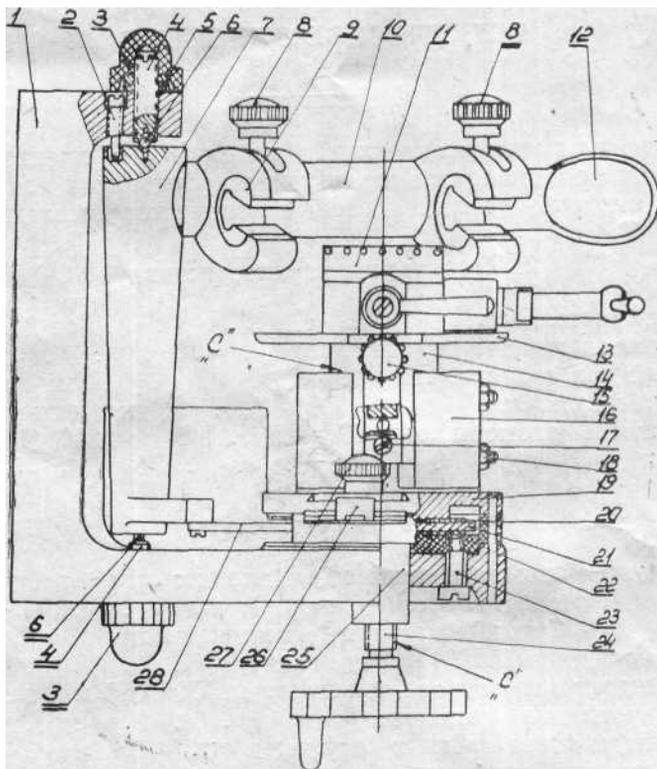
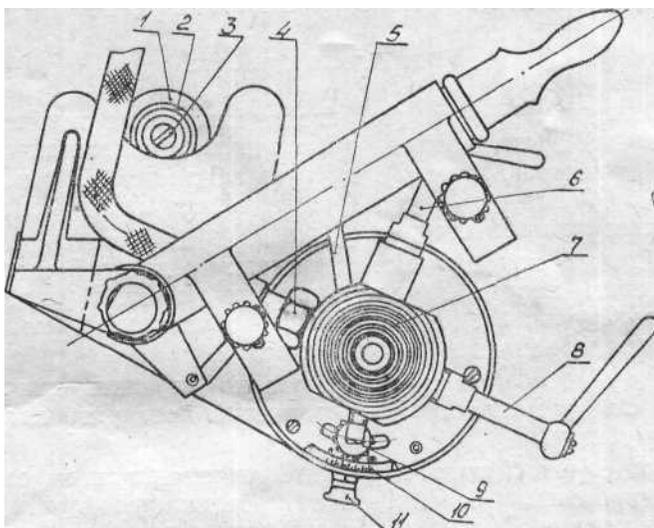

Рис. 1. Общий вид микрометра.
Рис. 2, Вид микротомы сверху.
4.1. Микротом состоит из следующих основных узлов: станины 1 (рис. 1), столика замораживающего 11, ножедержателя 10 и механизма подъема столика.
4.3. Замораживающий столик состоит из корпуса, на верхнюю часть которого накинута ребристая крышка 7 (рис. 2) с отверстиями, расположенными по окружности. В корпус ввернуты два игольчатых клапана 6 и 8 и штуцер 4 гибкого рукава для подвода углекислоты от баллона к столику. Для охлаждения ножа имеется трубка 5. Столик накрывается полистироловым колпачком, прилагаемым к аппарату.
1.1. Внимание! После распаковки микротоме необходимо вывернуть две транспортировочные шпильки из станины и в отверстие прилива, 1 (рис. 2) ввернуть зажимной винт и укрепить шайбу 2 винтом 3. (Указанные детали находятся в пакете, привязанном к микротому).
1.2. Удалить консервационную смазку с деталей микротоме, протереть насухо и вновь смазать места, указанные стрелкой «С» (рис. 1). Для смазки применять только нейтральное костное или вазелиновое масло.
2.1. Установить замораживающий столик 11 (рис. 1) в такое положение, чтобы трубка 5 (рис. 2) подвода углекислоты для охлаждения ножа находилась под ножедержателем, и зафиксировать замораживающий столик винтом 15 (рис. 1).
2.3. Установить величину подачи (подъема столика), для чего необходимо отпустить фиксирующую гайку 9 (рис. 2), путем перемещения ручки 11 совместить риску на ручке с необходимой риской на шкале 10 и зафиксировать гайкой 9. (Шкала имеет деления от 0 до 30 микрон, цена одного деления 2,5 микрона).
2.4. Ручку 12 (рис. 1) отвести в положении «от себя» до упора. Положить на столик объект, накрыть полистироловым колпачком и произвести замораживание объекта, для чего рукояткой открыть игольчатый клапан 8 (рис. 2); при этом колпачок необходимо придерживать рукой. Когда объект во всех точках затвердеет, закрыть кран и снять колпачок.
Вращая ручку микровинта 24 (рис. 1), подвести замораживающий столик с объектом как можно ближе к ножу.